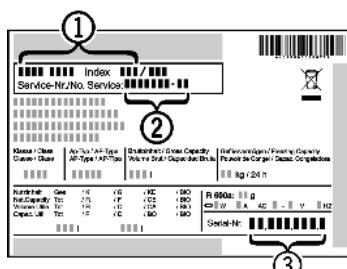

Fig. 11
- ▶ Leggere la denominazione dell'apparecchio Fig. 11 (1), il n° assistenza Fig. 11 (2) e il n° di serie Fig. 11 (3) sulla targhetta identificativa. La targhetta identificativa è situata all'interno dell'apparecchio, sul lato sinistro.
- ▶ Informare il servizio di assistenza e comunicare il difetto, la denominazione dell'apparecchio Fig. 11 (1), il n° assistenza Fig. 11 (2) e il n° di serie Fig. 11 (3).